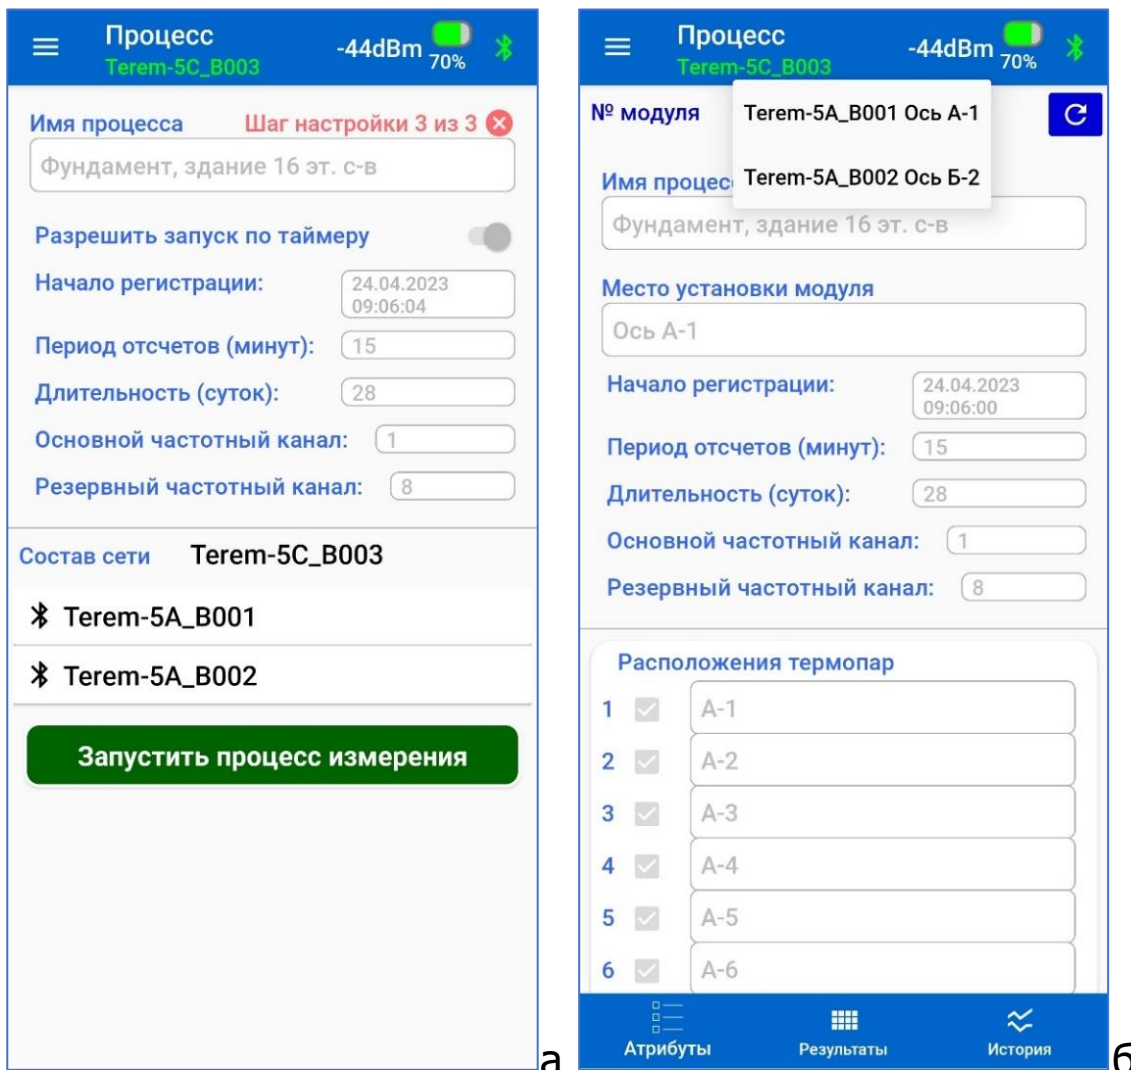

Рисунок 12 – Экран меню «Процесс», шаг настройки 3. Запуск процесса измерений
**ШАГ 3.** Соединиться с УСД, перейти в меню «Процесс» и нажать на клавишу «Запустить процесс измерения» (рис.12). УСД готов к приему сообщений от измерительных модулей.
Для запуска регистрации нажать на клавишу «Запустить процесс измерения» (рис. 12а).